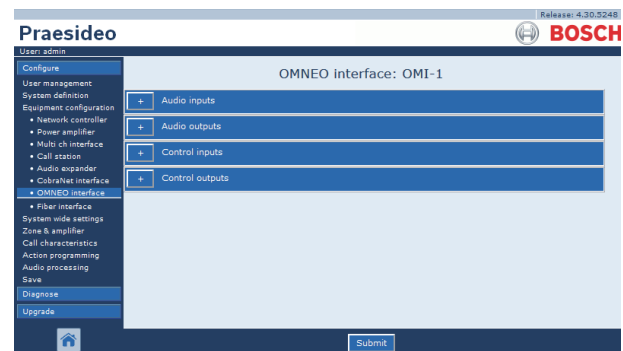

abbildung 44.45: Konfiguration der OMNEO-Schnittstelle, Schritt 2
- 2 Klicken Sie auf den Namen der zu konfigurierenden OMNEO-Schnittstelle. Im Mainframe der webbasierten Benutzeroberfläche erscheint ein Bildschirm, der dem in abbildung 44.45 ähnelt.